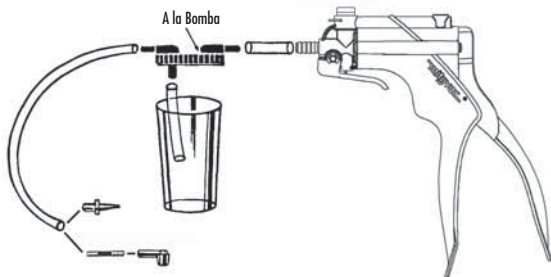

FIGURA 1: JUEGO DE PURGA DEL FRENO
3) Introduzca deslizando $1\frac{1}{2}$ " de tubo entre la bomba y la tapa del vaso del depósito, en el orificio marcado "TO PUMP" (a la bomba) (FIGURA 1).